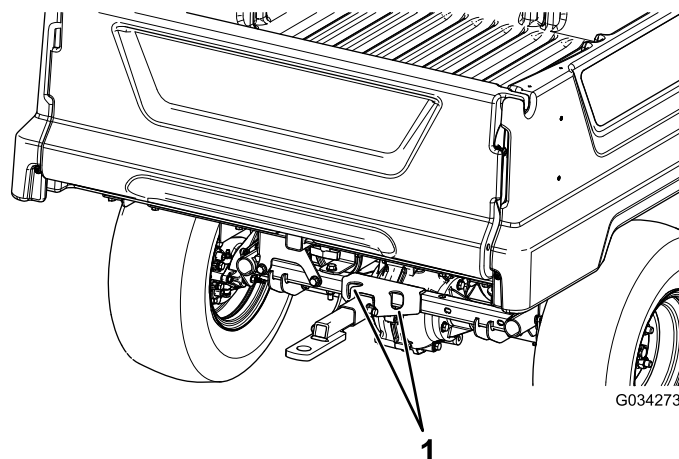
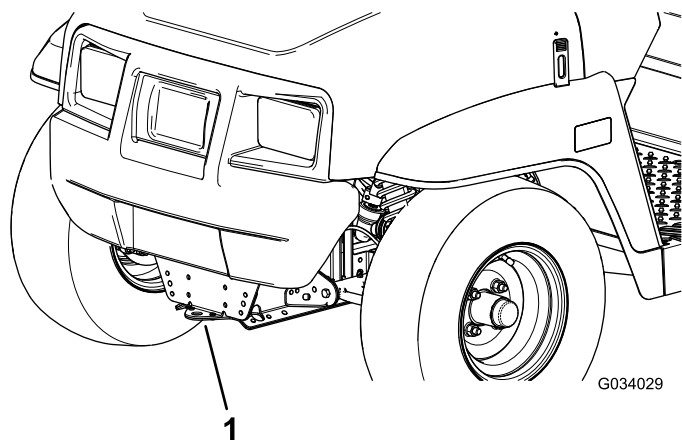

図 21
図 20
長距離を搬送する場合には、機体と同じ幅のランプ板のついたトレーラを使用してください。その場合、車体をトレーラに確実に固定して輸送してください。ロープがけのポイントについては図 20 と 図 21 を参照してください。
2. 機体前部にある牽引トングにロープなどの牽引索を取り付ける 図 20。